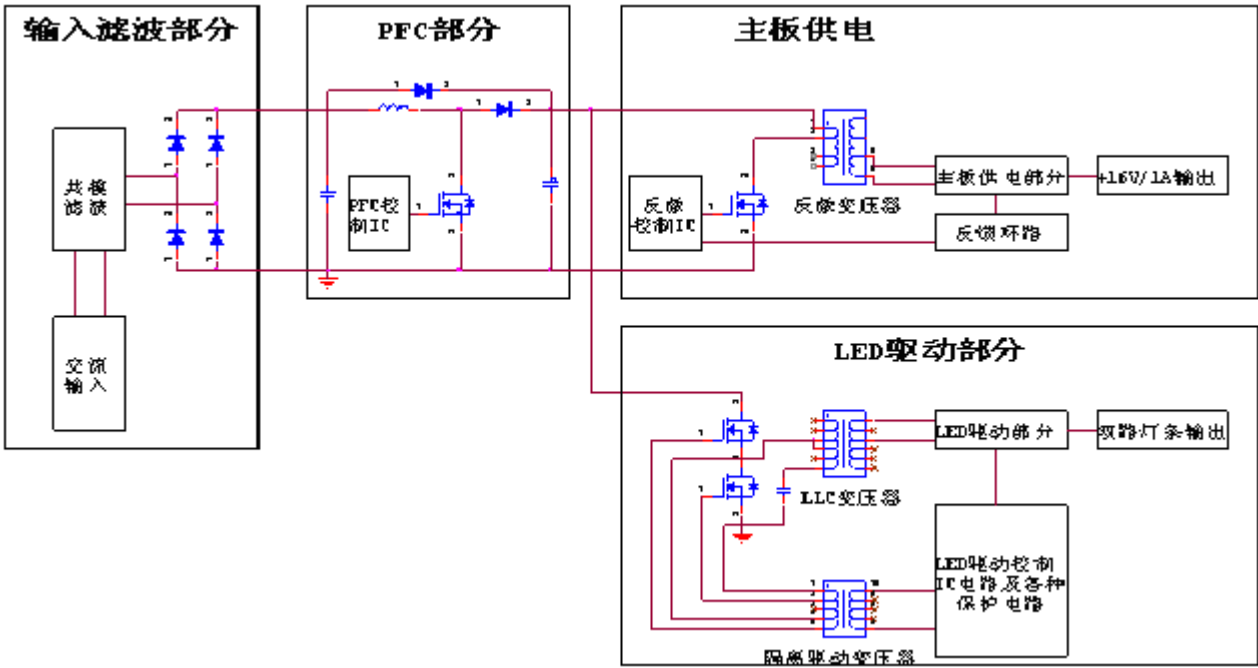

图 1 系统框图
由图 1 中所示，5024 电源板主要分为如下几个模块：(1) 整流滤波电路；(2) PFC 模块；(3) 主板供电模块，(4) LLC 背光驱动模块。